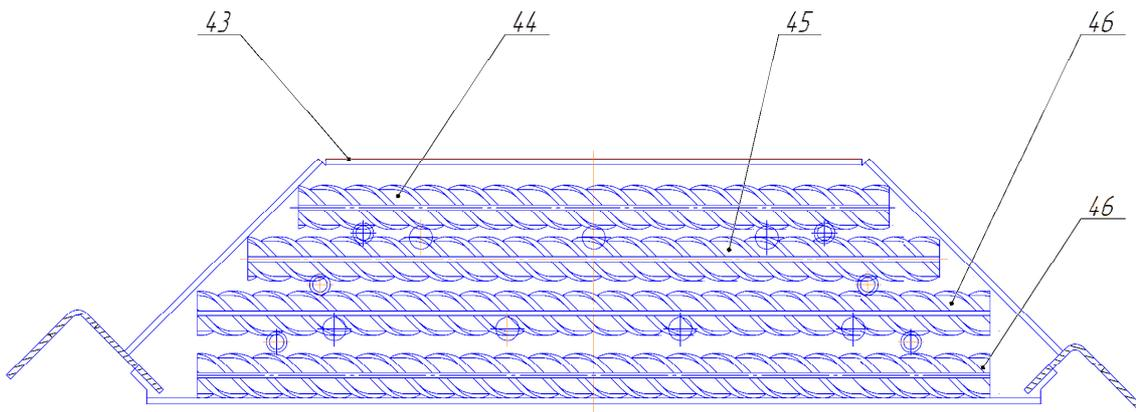

Рисунок 6 - Схема размещения стержней в лотке парогенератора.
- уложить в соответствии с рис.6 в каждый лоток поз.43 парогенератора по 4 арматурных стержня в следующем порядке: